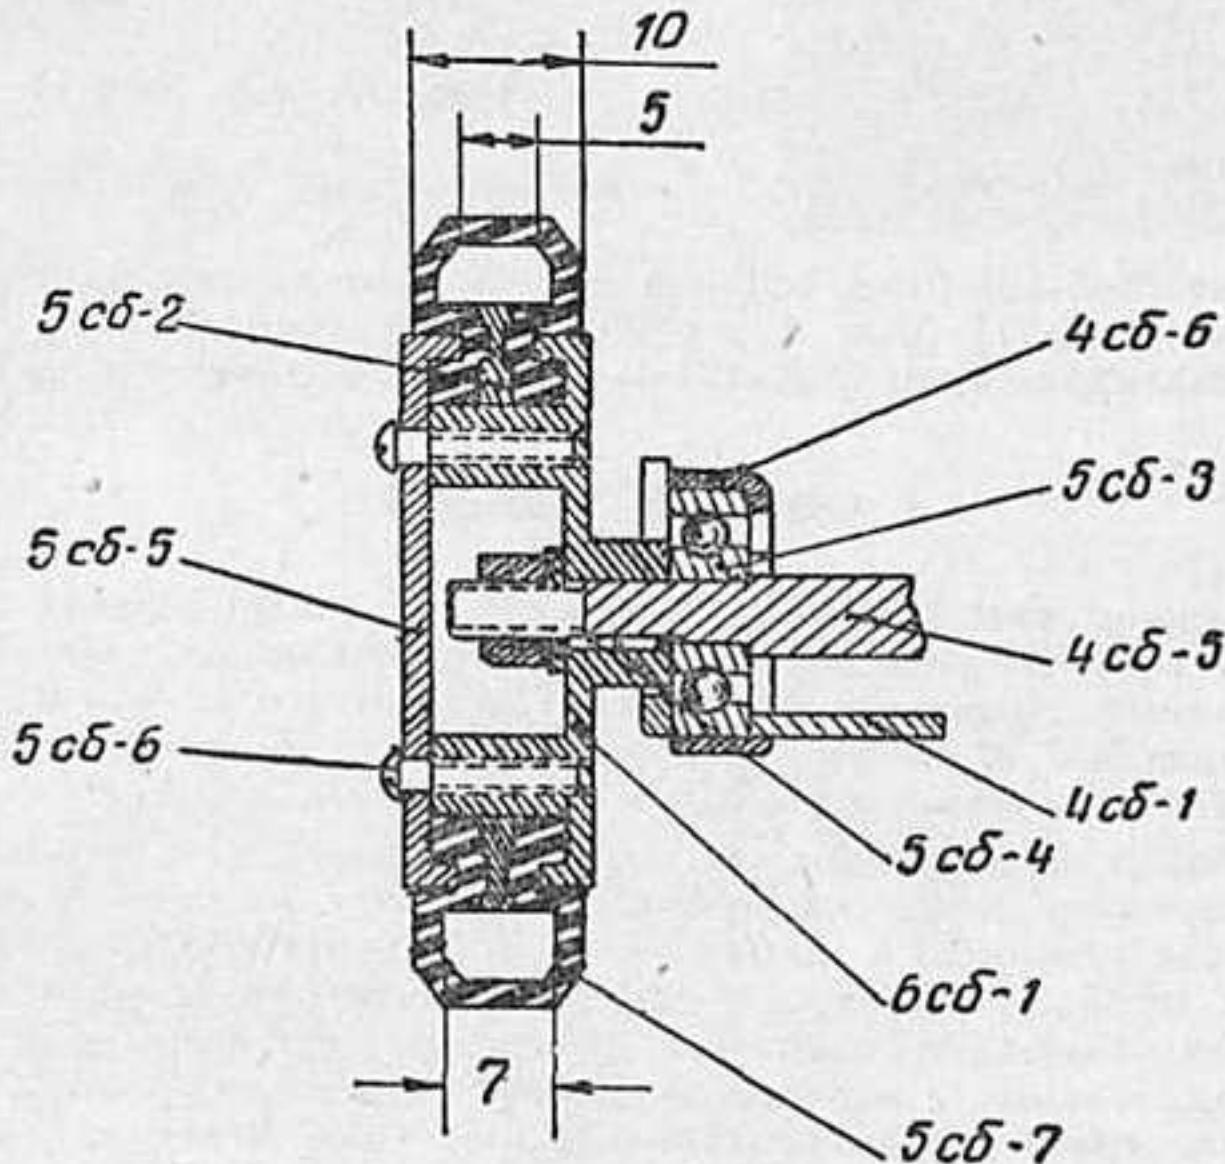

Рис. 44, дет. 6сб
**Заднее колесо (6сб)** показано на рис. 44. Для его сборки используются те же детали, что и для сборки переднего колеса, за исключением четырех деталей: двух ступиц (6сб-1) и двух шпонок (6сб-2).